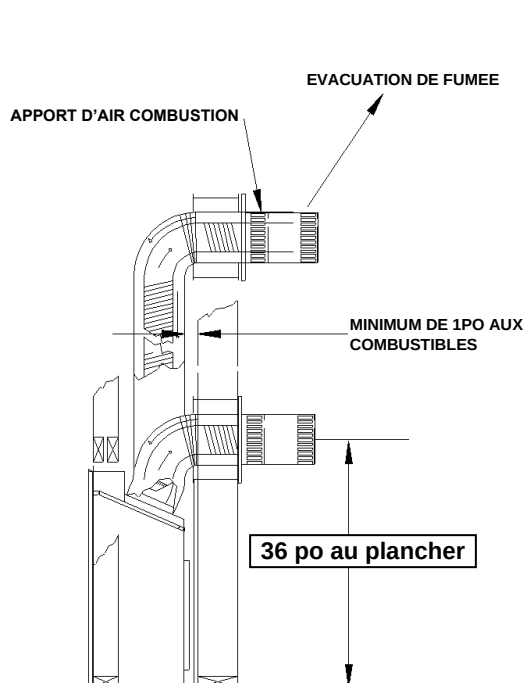
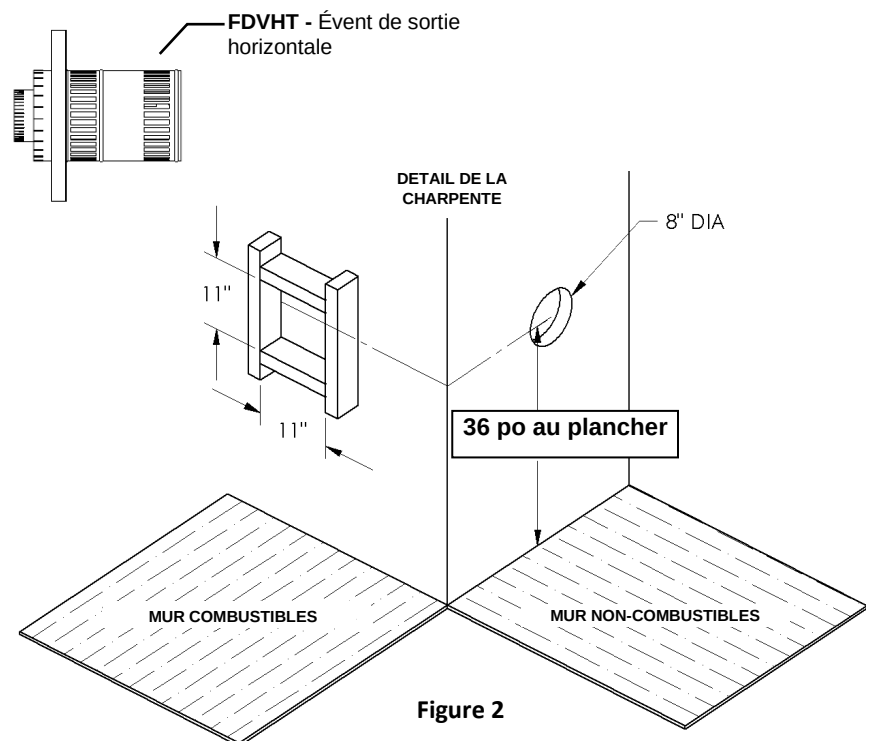

Figure 1
Figure 2
1. Pour déterminer la distance minimale entre le plancher du foyer et le centre de l'évent voir la page Comment encastrer votre foyer. Percez le mur en prévoyant un espace pour un manchon de 11po x 11po (diamètre intérieur) pour les murs combustibles et un manchon de 8po de diamètre pour les murs non combustibles. (voir figure 2)
La longueur maximale de conduit horizontal avec un coude à 90 degré au carneau (sortie de fumée) de l'appareil est de 4pi/122cm (figure 1). La longueur maximale est de 20p /6,1m lorsque la longueur verticale est de 7pi/2,1m (figure 2) N.B. : Pour chaque 12po de conduit horizontal il doit y avoir 1/4po de conduit vertical.